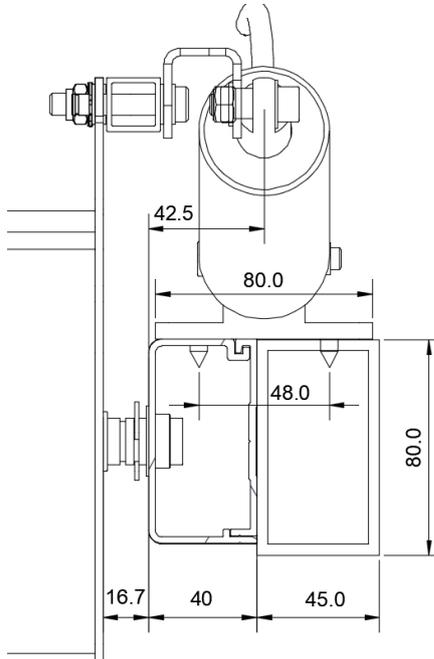

Figure 23
3. pour un moteur avec sortie de câble par le haut, une largeur de barre d'au moins 45 mm (recommandée 45x80 mm) -Fig. 23. 45 mm (recommandée 45x80 mm)- fig. 23.